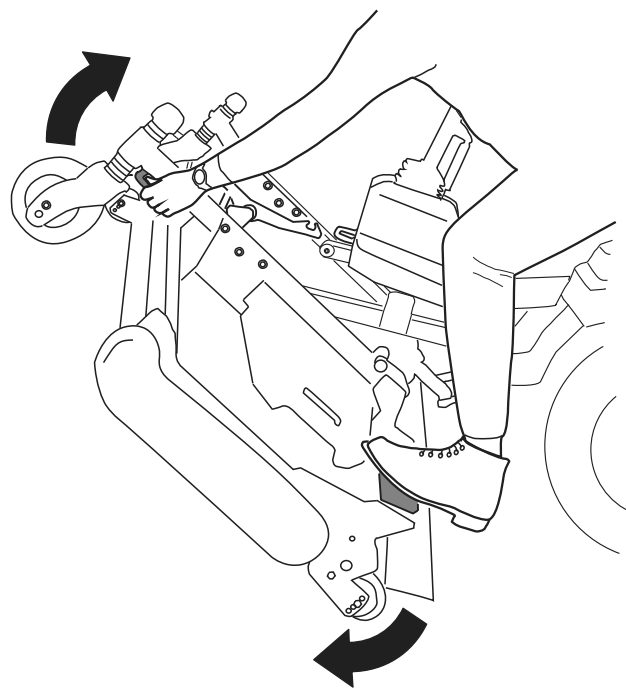
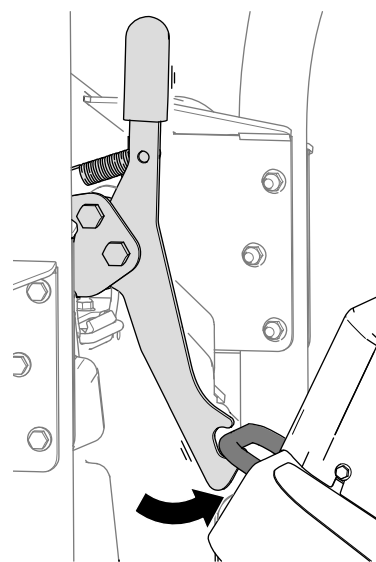
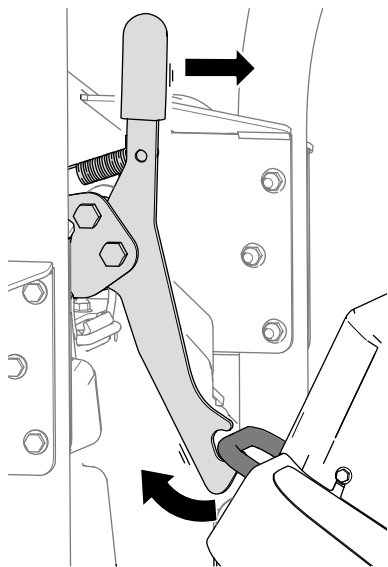

Рисунок 37
Рисунок 38
Рисунок 39
5. Поверните режущий блок (Рисунок 37) так, чтобы защелка вошла в зацепление с крепежным кронштейном (Рисунок 38).
1. Освободите защелку режущего блока от крепежного кронштейна (Рисунок 39), для этого немного поверните режущий блок вперед (см. Рисунок 37) и потяните рукоятку защелки вперед.